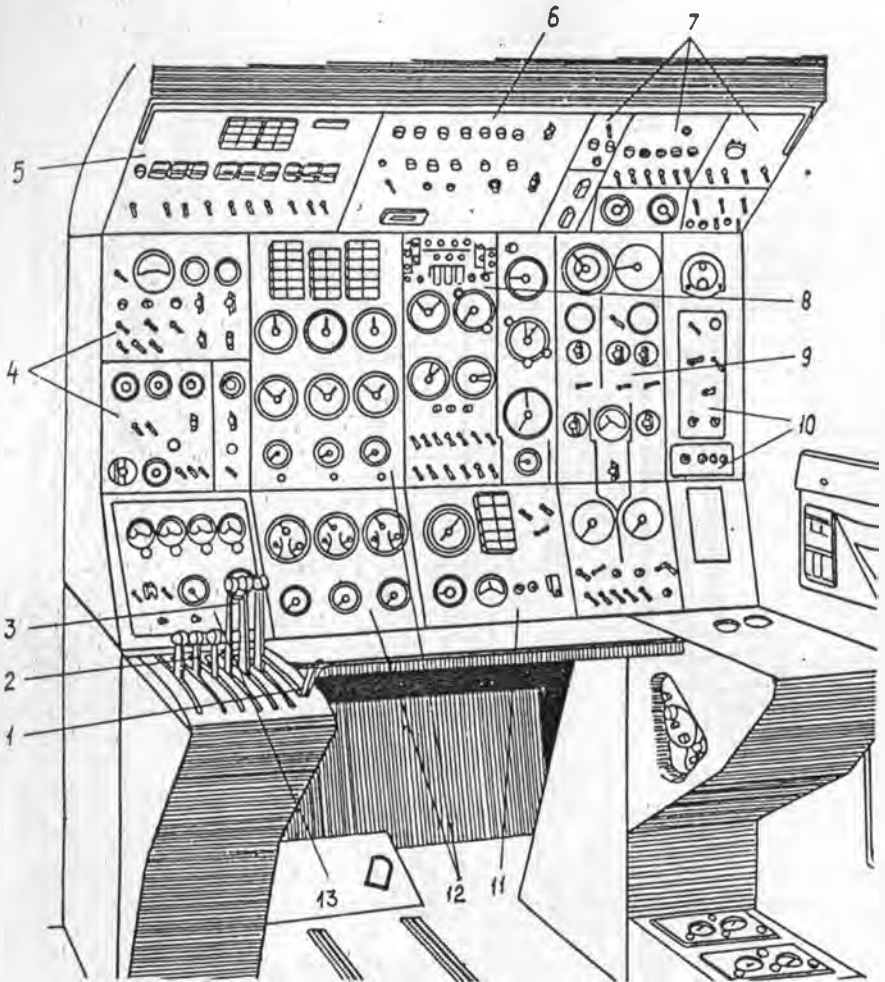
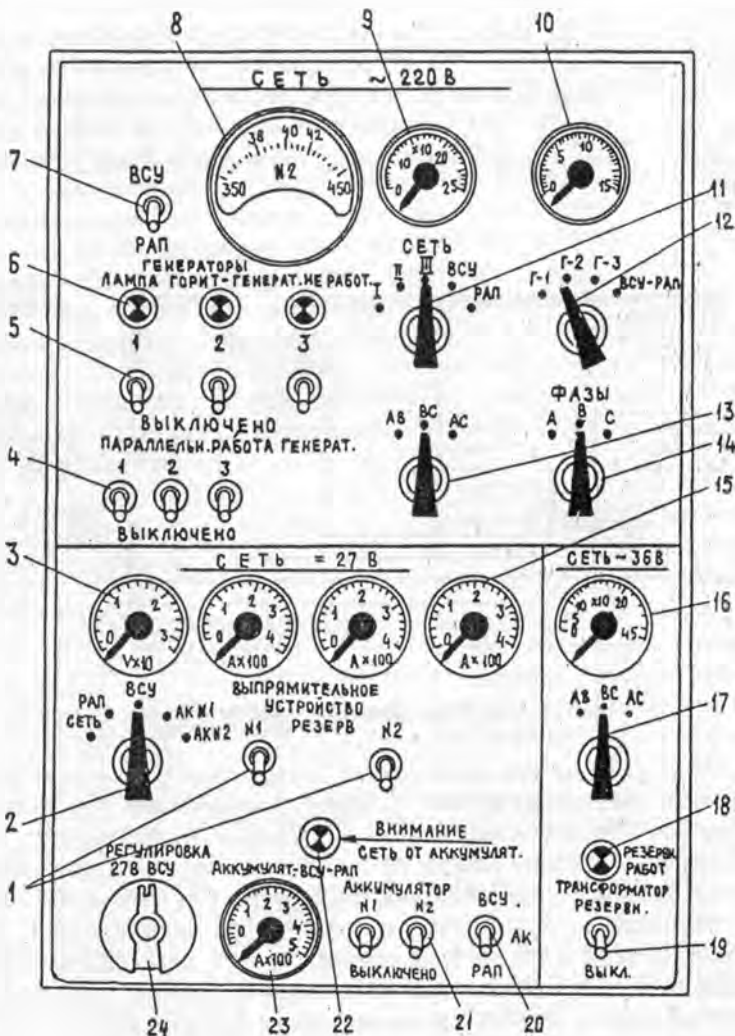

Рис. 9 Расположение панелей и элементов управления
Рис. 10 Панель энергоузда;
Контроль и управление системой переменного тока 200/115 В осуществляется с панели энергоузла, расположенной на пульте бортинженера (рис. 9). Величины напряжения и частоты контролируются вольтметром (рис. 10). Их подключение к источникам производится галетным переключателем путем установки его в положения "СЕТЬ 1", "СЕТЬ 2" и "СЕТЬ 3", "ВСУ" и "РАП". Контроль напряжения по фазам производится переключателем фаз путем установки его в положения "АВ", "ВС", "АС". Величина тока контролируется амперметром с переключателем, позволяющим измерять величину тока генераторов в соответствующих положениях переключателя "Г1", "Г2", "Г3" и "ВСУ-РАП". С помощью переключателя амперметр подключается к фазам "А", "В" и "С".
Контроль за работой системы 36 В осуществляется с панели энергоузла (см. рис. 10), где расположен вольтметр переменного тока ВФ-04-45 со шкалой 0-45 В, который переключателем подключается к фазам "АВ", "ВС" и "АС". При отказе рабочего Тр 200/36 автоматически включается резервный и загорается сигнальная лампа "РЕЗЕРВНЫЙ РАБОТАЕТ".
Включение и проверка БТВ осуществляется с панели энергоузла пульты бортишженера (см. рис. 10). На панели энергоузла находятся два
8. Радиокомпас АРК-11 (15), СПУ-7, СПУ-15 и магнитный самописец режимов полета и другие системы, потребляющие незащитительную мощность.
- Контроль за работой системы постоянного тока осуществляется с панели энергоузла (см. рис. 10) пульты бортиженера. Замеряется напряжение вольтметром в точках системы в зависимости от положения переключателя вольтметра, величина тока нагрузки выпрямительных устройств и разрядный ток аккумуляторов.